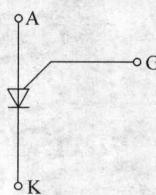
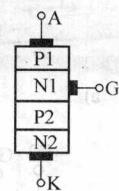

图 2-10 逆阻晶闸管的电路图形符号
图 2-11 逆阻晶闸管的内部结构
(5) 逆阻晶闸管：逆阻晶闸管又称 BTG 晶闸管，也称可编程单结晶闸管(PUT)。它是由 PNPN 四层半导体材料构成的三端逆阻型晶闸管，其电路图形符号如图 2-10 所示，内部结构如图 2-11 所示。